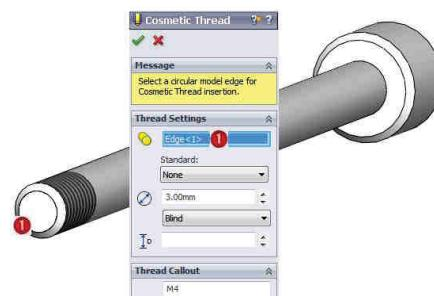

Fig. 2.37
- Selectie muchie circulară ① de diametru  $\phi 4$  la care se va atașa filetul; identificatorul acesta Edge <1> va fi depus în câmpul Circular Edges , fig. 2.37.
- Select the circular edge ① with a  $\phi 4$  diameter where the thread will be attached; the edge ID Edge <1> will be completed in the Circular Edges field, fig. 2.37.